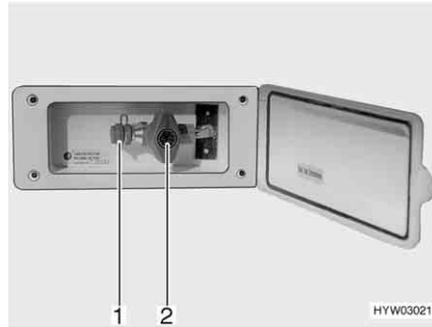

Bild 99 Externer Gasanschluss, Gasabsperventil geschlossen
Der externe Gasanschluss (Bild 99) befindet sich je nach Modell am Heck oder auf der linken bzw. rechten Fahrzeugseite.
- Externes Gasgerät an der Anschluss-Stelle (Bild 99,1) anschließen.
- Das Gasabsperventil (Bild 99,2) öffnen.